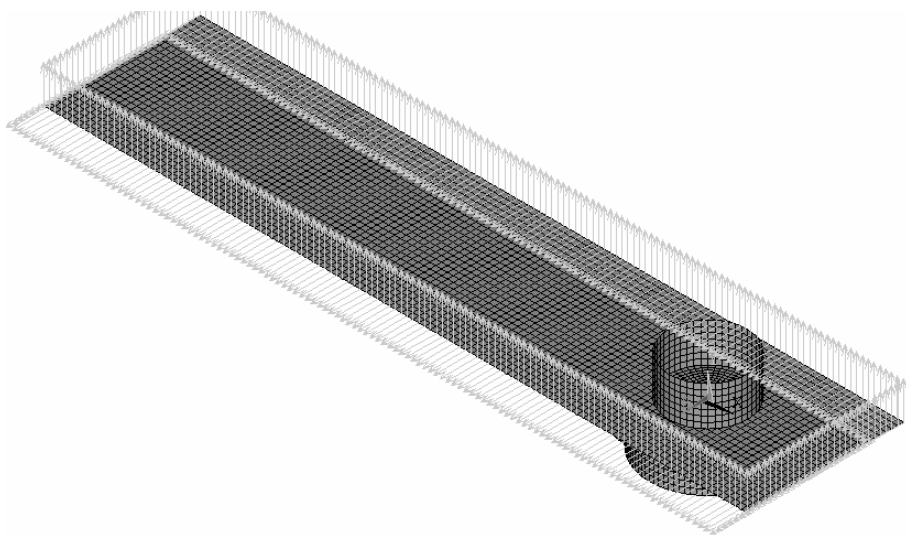

图 10-104 钢带四边受到的位移载荷
(3) 继续在“Specify Loads for LS-DYNA Explicit”窗口“Load Labels”后的方框中选择“UZ”，在“Component name or PART number:”后选择“SH”，在“Parameter name for time values:”后选择“TIME”，在“Parameter name for data values:”后选择“ZDIS”，然后单击“APPLY”按钮。图形界面上显示出施加在钢带四边（沿 Z 方向）的位移约束（见图 10-104）。